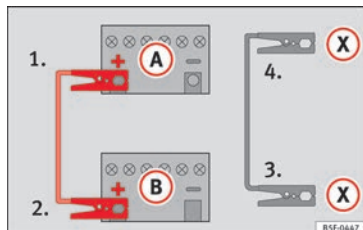

Fig. 165 Schéma de branchement pour les véhicules équipés du système Start-Stop.
- **Sur les véhicules avec système Start-Stop :** raccordez une extrémité du câble d'urgence *noir* (X) à une borne de mise à la terre appropriée, à une pièce métallique massive vissée au bloc-moteur, ou au bloc-moteur lui-même » fig. 165.
5. Branchez l'autre extrémité du câble de démarrage *noir* (X), dans le véhicule avec la batterie déchargée à une pièce en métal massif vissée au carter-moteur ou directement au carter-moteur mais le plus loin possible de la batterie (A).